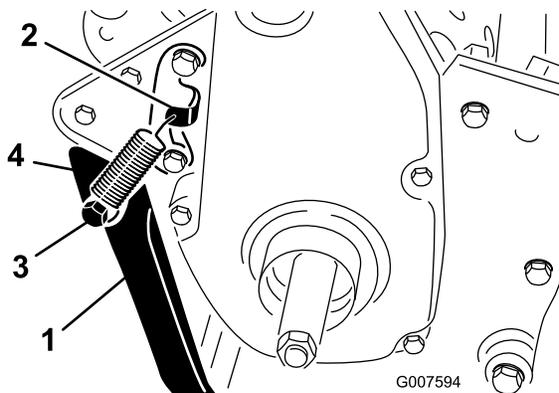

図 5
1. 後フレームについている取り付け穴にキック・スタンドを合わせておいて、スプリングを、スプリング・ブラケットの穴とスプリング・リテーナの穴に引っ掛ける (図 5)。
2. ボルト、ロックワッシャ、スペーサ、平ワッシャ、ロックナットを使って、キック・スタンドをフレームの左右に固定する (図 5)。